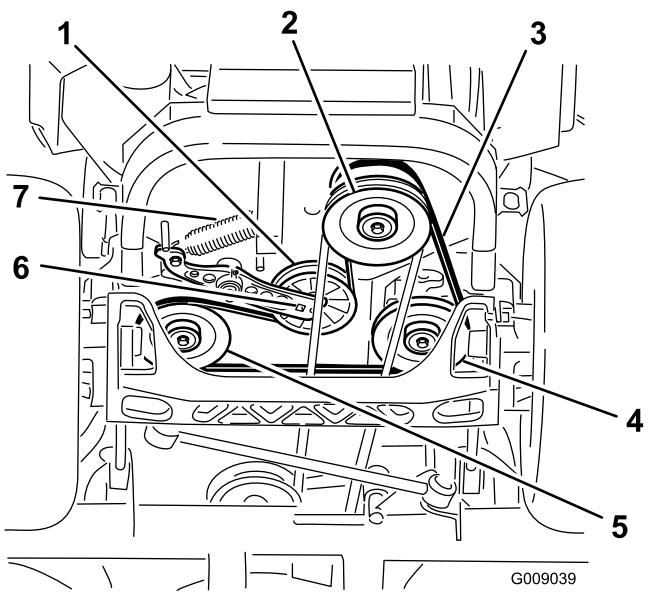

Figura 78
4. Levante la máquina y apóyela sobre gatos fijos (Figura 78).
5. Utilice una llave de carraca en el orificio cuadrado del brazo tensor para retirar el muelle tensor (Figura 78).
6. Desenganche el muelle de la polea tensora del bastidor (Figura 78).
9. Utilizando la llave de carraca en el orificio cuadrado del brazo tensor, instale el muelle tensor en el bastidor (Figura 78).